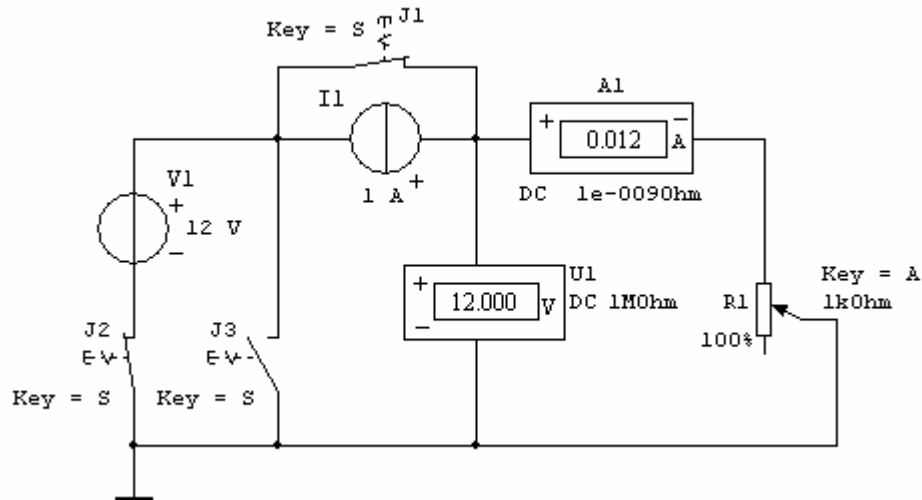

Рис.1.12. Схема виртуального эксперимента для исследования идеальных источников сигналов
1.2.Г.1. Сформировать схему для проведения виртуальных экспериментов согласно рис.1.12
(рис.1.12). Нажатием кнопки  вызвать меню раздела *Signal Sources*.
- Вызвать модель линейного потенциометра $R1$ (рис.1.12). Нажатием кнопки  открыть меню раздела *Basic Components*.
- Вызвать модель идеального источника постоянного напряжения $V1$ (рис.1.12) и модель заземления (см.п.п.1.2.Б.2 и 1.2.Б.3).
- Разместить все элементы схемы и соединить между собой согласно схеме рис.1.12 (см. п.1.2.Б.12 и 1.2.Б.13).
1.2.Г.3. Установить ключи $J1$, $J2$ и $J3$ в положения, соответствующие рис.1.12: $J1$ - замкнут, $J2$ - замкнут, $J3$ - разомкнут.